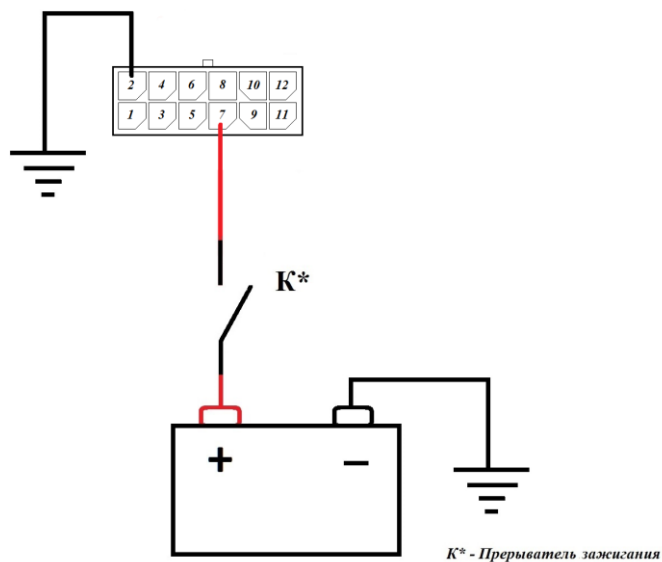

Рис.10. Определение зажигания плюсовой цепи
- Если в автомобиле установлен размыкатель плюсовой цепи, то для определения наличия зажигания используется схема, приведенная на рис.10.